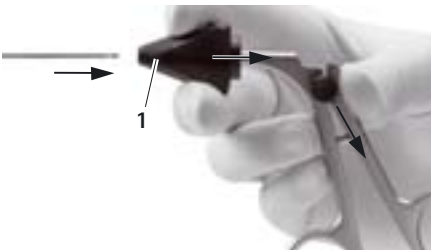

Rys. 6
- Rurkę zewnętrzną 10 wsunąć do oporu przez rurkę wewnętrzną 9 na nasadkę roboczą 7, patrz Rys. 6.